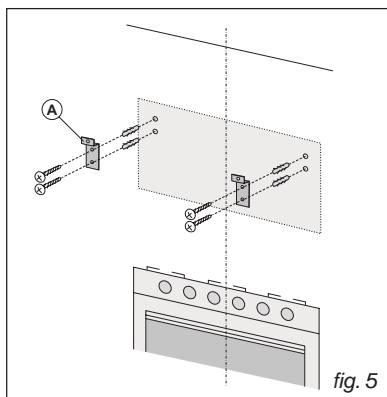
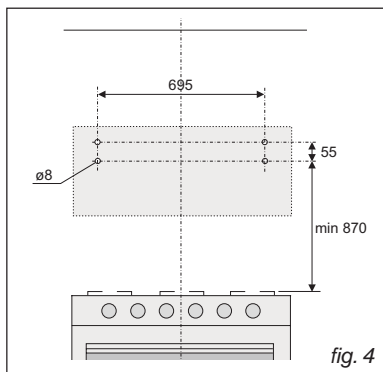

fig. 5
fig. 4
- **Fæstning til mur:** Tegn en linje på væggen vertikalt over komfuret. Afmærk de første fire huller, som skal bores ved at overholde målene angivet på Fig. 4. Bor hullerne og indsæt ravplugs (medfølger). Fastgør metalbeslagene (A) til væggen i de borede huller, Fig. 5 (skrueerne til fæstning af beslagene medfølger).